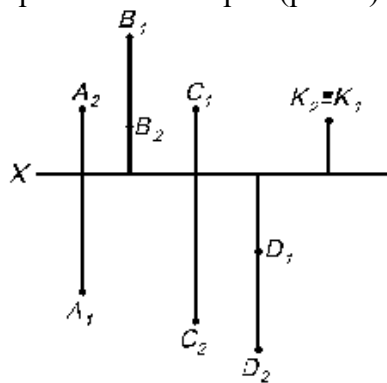

Рис. 2.
5. Определить, в каких четвертях расположены точки (рис. 2).